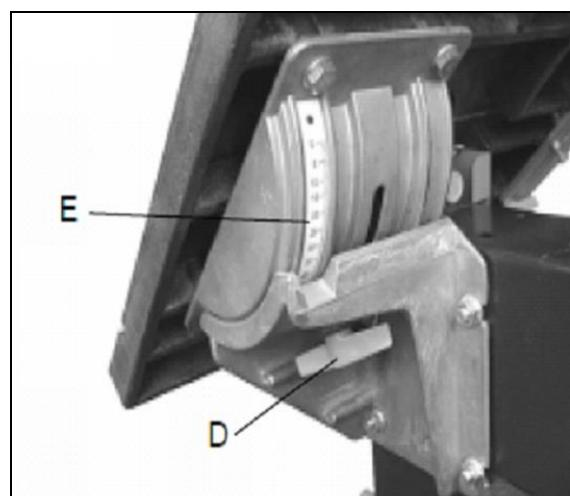

Fig 31
Desserrez l'écrou papillon (D, Fig 31) et incliner la table selon la graduation (E).